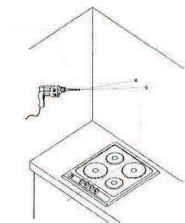

Рис. 7
- Сделайте отверстия в обозначенных местах с помощью сверла, соответствующего диаметра шурупов (рис. 7).